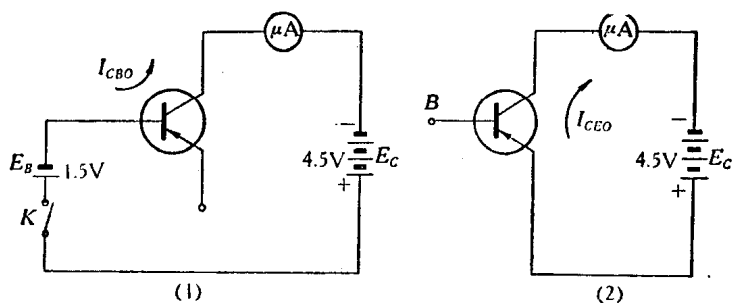

图 1-6
(3) 表中 $I_B=0$ 时, I_C 不等于零, 我们把这个电流称为集电极-基极的反向截止电流, 用 I_{CBO} 来表示。它是发射极断开, 集电结加上反向电压时流过集电结的反向漏电流。如图 1-6(1)所示。
还有, 表中当 $I_B=0$ 时, I_C 不是零。我们把这个电流称为集电极-发射极的反向截止电流, 用 I_{CEO} 表示。它是基极断开, 流过发射极、集电极之间的电流, 习惯上又称穿透电流, 如图 1-6(2)所示。